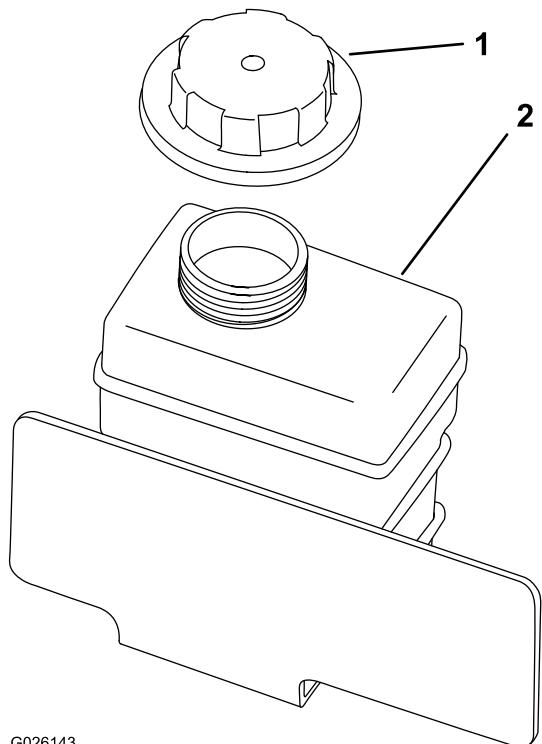

Figure 53
- Remplissez lentement le vase d'expansion jusqu'à ce que le niveau atteigne la base du goulot de remplissage (Figure 53).
- Remettez en place le bouchon du vase d'expansion (Figure 53).